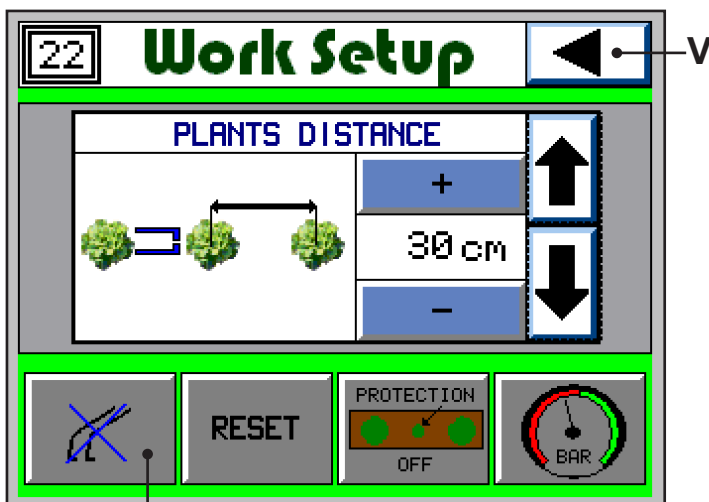

Fig. 11
- 18) Premere il tasto (T) e si passa alla pagina di (Fig. 11) e attivare le zappe premendo il tasto (U).
- 18) Press the button (T) to move to the page (Fig. 11) to activate the hoes by pressing the button (U).
- 18) Pousser le bouton (T) pour accéder à la page Work Setup (Fig. 11) et activer les houes (bouton U).
- 18) Pulse la tecla (T) para pasar a la página de la (Fig. 11) y activar las azadas pulsando la tecla (U).